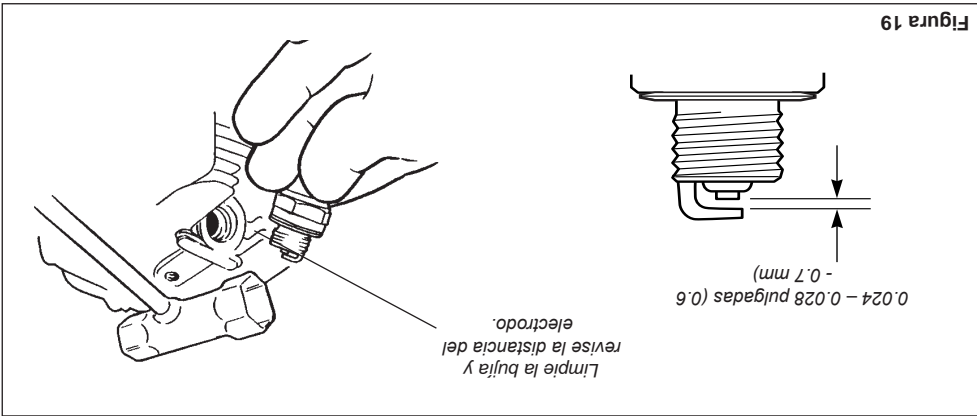

Figura 19
■ Retire y limpie la bujía. Ajuste la distancia del electrodo a 0.024-0.028 pulgadas (0.6-0.7 mm). Si la bujía necesita ser reemplazada, use solamente una bujía NGK CMR5H o una bujía equivalente con resistencia al calor correcta. Consulte la figura 19.